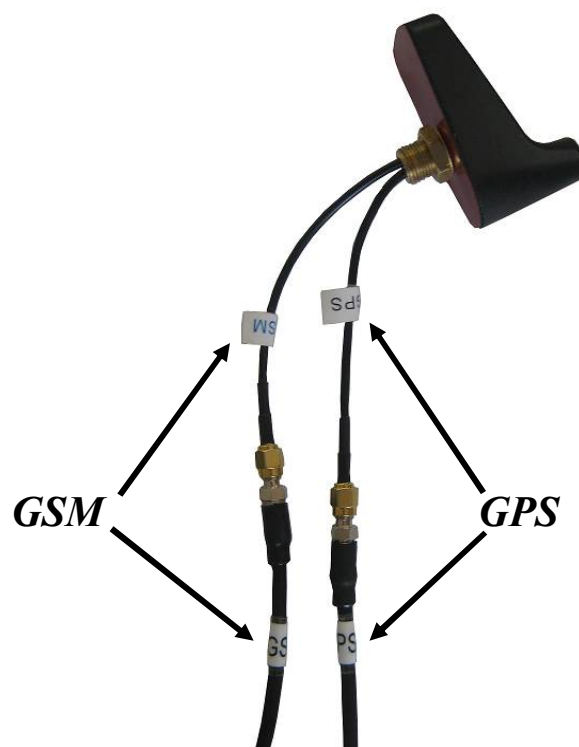

Рисунок 25
6.6 Подключить удлинители к антенне GSM/GPS в соответствии с обозначениями на кабелях (см. рисунок 25).